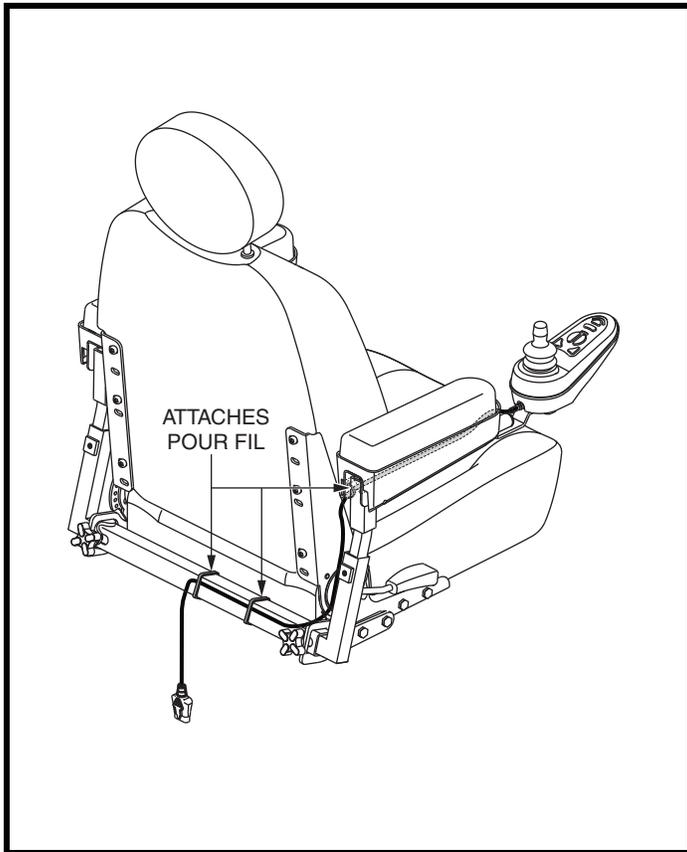

Figure 13. Câble sécurisé sur un siège Contour
7. Passez le câble du contrôleur vers l'arrière de la base motorisée et fixez le câble sous l'accoudoir avec les attaches pour fil. **Voir le figure 13 ou 14.**